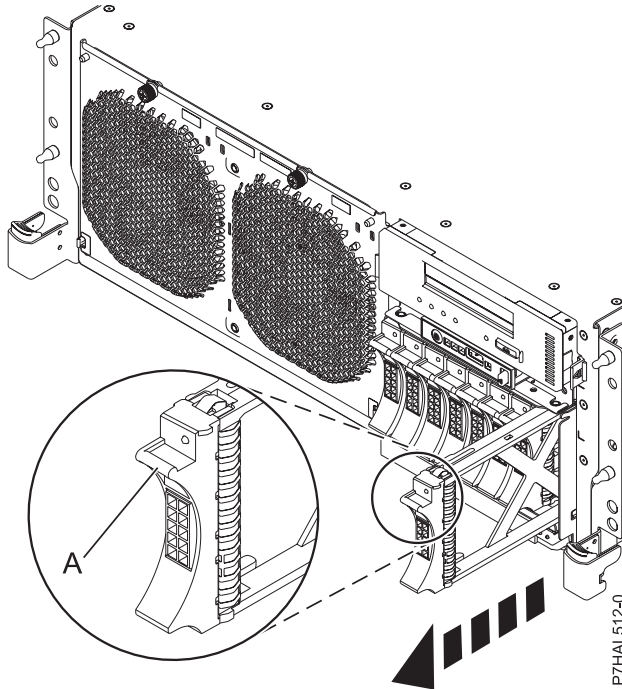

Figure 31. Retrait d'une unité de disque du serveur
2. Tenez la poignée de l'obturateur (**A**) et tirez l'obturateur d'unité de disque hors de l'emplacement, comme illustré dans la figure 31, à la page 57.